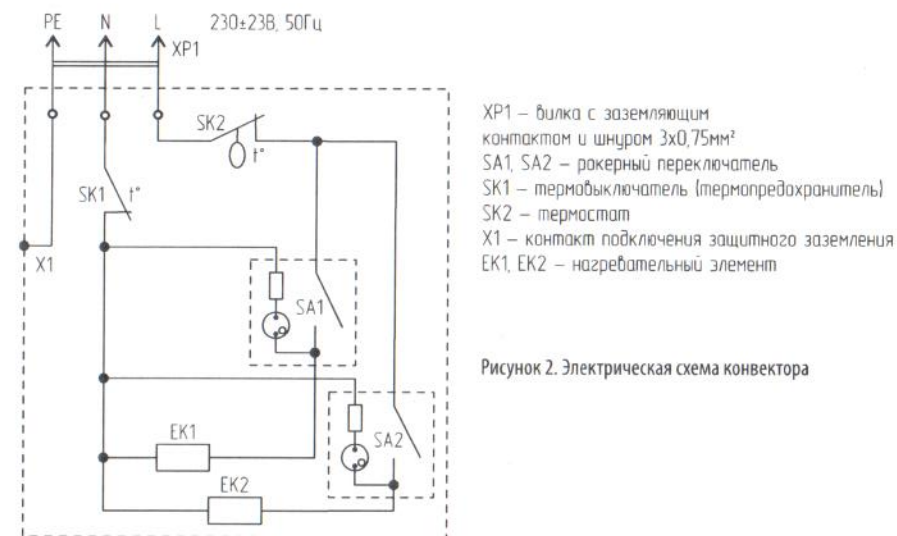

Рисунок 2. Электрическая схема конвектора
- 5.2. Схема электрических соединений и узлов показана на рис. 2. Нагревательный элемент имеет два независимых нагревателя EK1 и EK2, которые могут включаться независимо друг от друга, обеспечивая 100% или 50% номинальной мощности конвектора. В цепь питания нагревателей включены рокерные переключатели с подсветкой SA1 и SA2, термовыключатель защиты от перегрева SK1 и биметаллический термостат SK2.